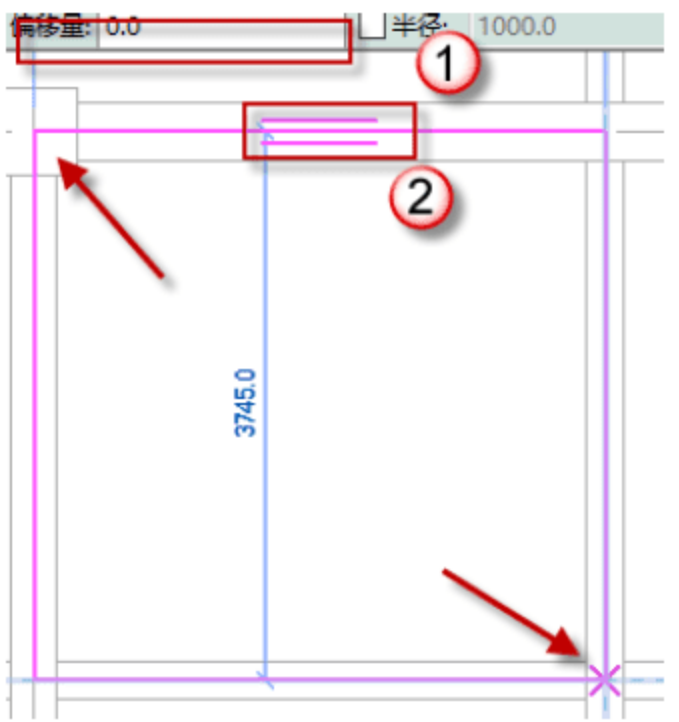

图 3.2.72 绘制 8 号板
(18) 绘制 8 号板，单击“矩形”按钮，绘制 8 号板，调整跨方向，将偏移量设置为 0，单击√按钮，完成绘制，如图 3.2.72 所示。